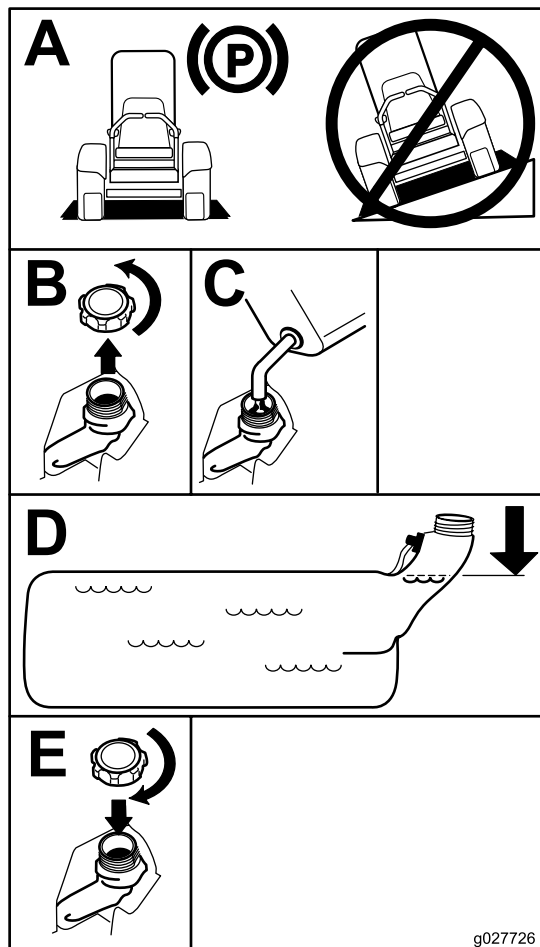

Figura 7
3. Limpie alrededor del tapón de combustible y retírelo. Añada gasolina normal sin plomo al depósito de combustible hasta que el nivel esté entre 6 mm y 13 mm ($\frac{1}{4}$ " y $\frac{1}{2}$ ") por debajo de la parte inferior del cuello de llenado. Este espacio vacío permitirá la dilatación de la gasolina. No llene completamente el depósito de combustible; consulte (Figura 7).